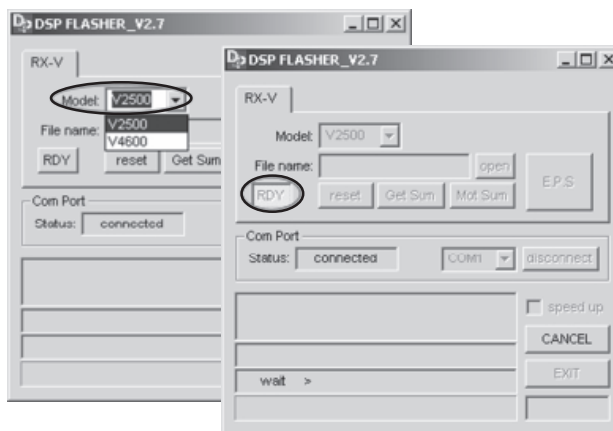

Fig. 4
- d. Select the model name of the receiver and press the [RDY] button. (Fig. 4)
- d. レシーバのモデル名を選択し、[RDY]ボタンを押します。(Fig. 4)